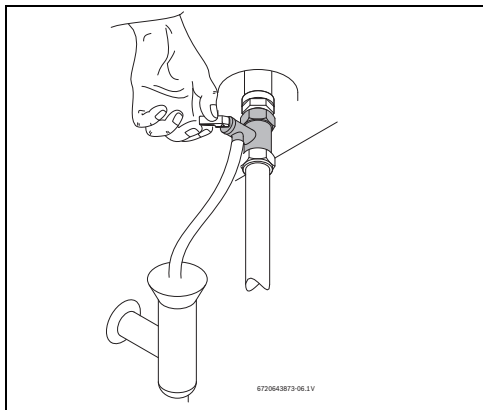

Рис. 13 Открытие предохранительного клапана вручную
- ▶ Откройте предохранительный клапан (рис. 13).
- ▶ Минимум один раз в месяц открывайте вручную предохранительный клапан (рис. 13).